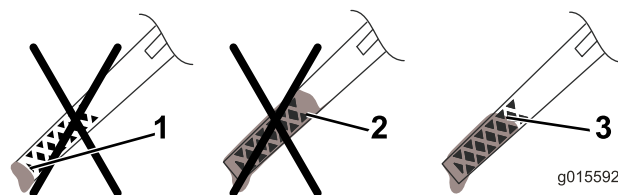

Figura 7
5. Rimuovete l'asta e controllate il livello dell'olio sull'asta (Figura 7).